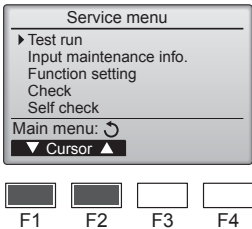

Abb. 7-1
- (1) Wählen Sie „Test run“ (Testlauf) aus dem Service-Menü, und drücken Sie die [AUSWAHL]-Taste. (Abb. 7-1)